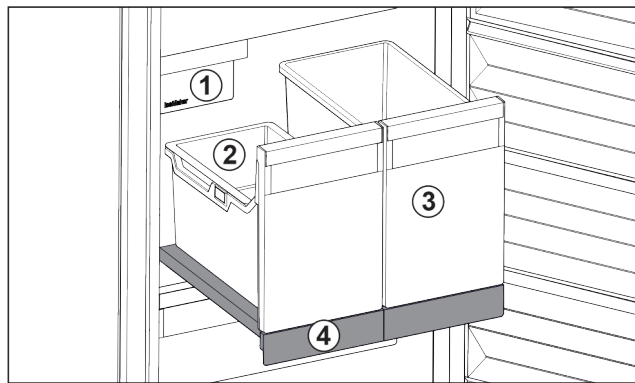

Fig. 17 Compartiment coulissant avec IceTower
Le compartiment coulissant comprend deux bacs hauts (IceTower). Le bac Fig. 17 (2) permet de recueillir et de stocker les glaçons de l'IceMaker. Les bacs Fig. 17 (3) sont conçus pour stocker des aliments hauts comme les pizzas et boissons alcoolisées.